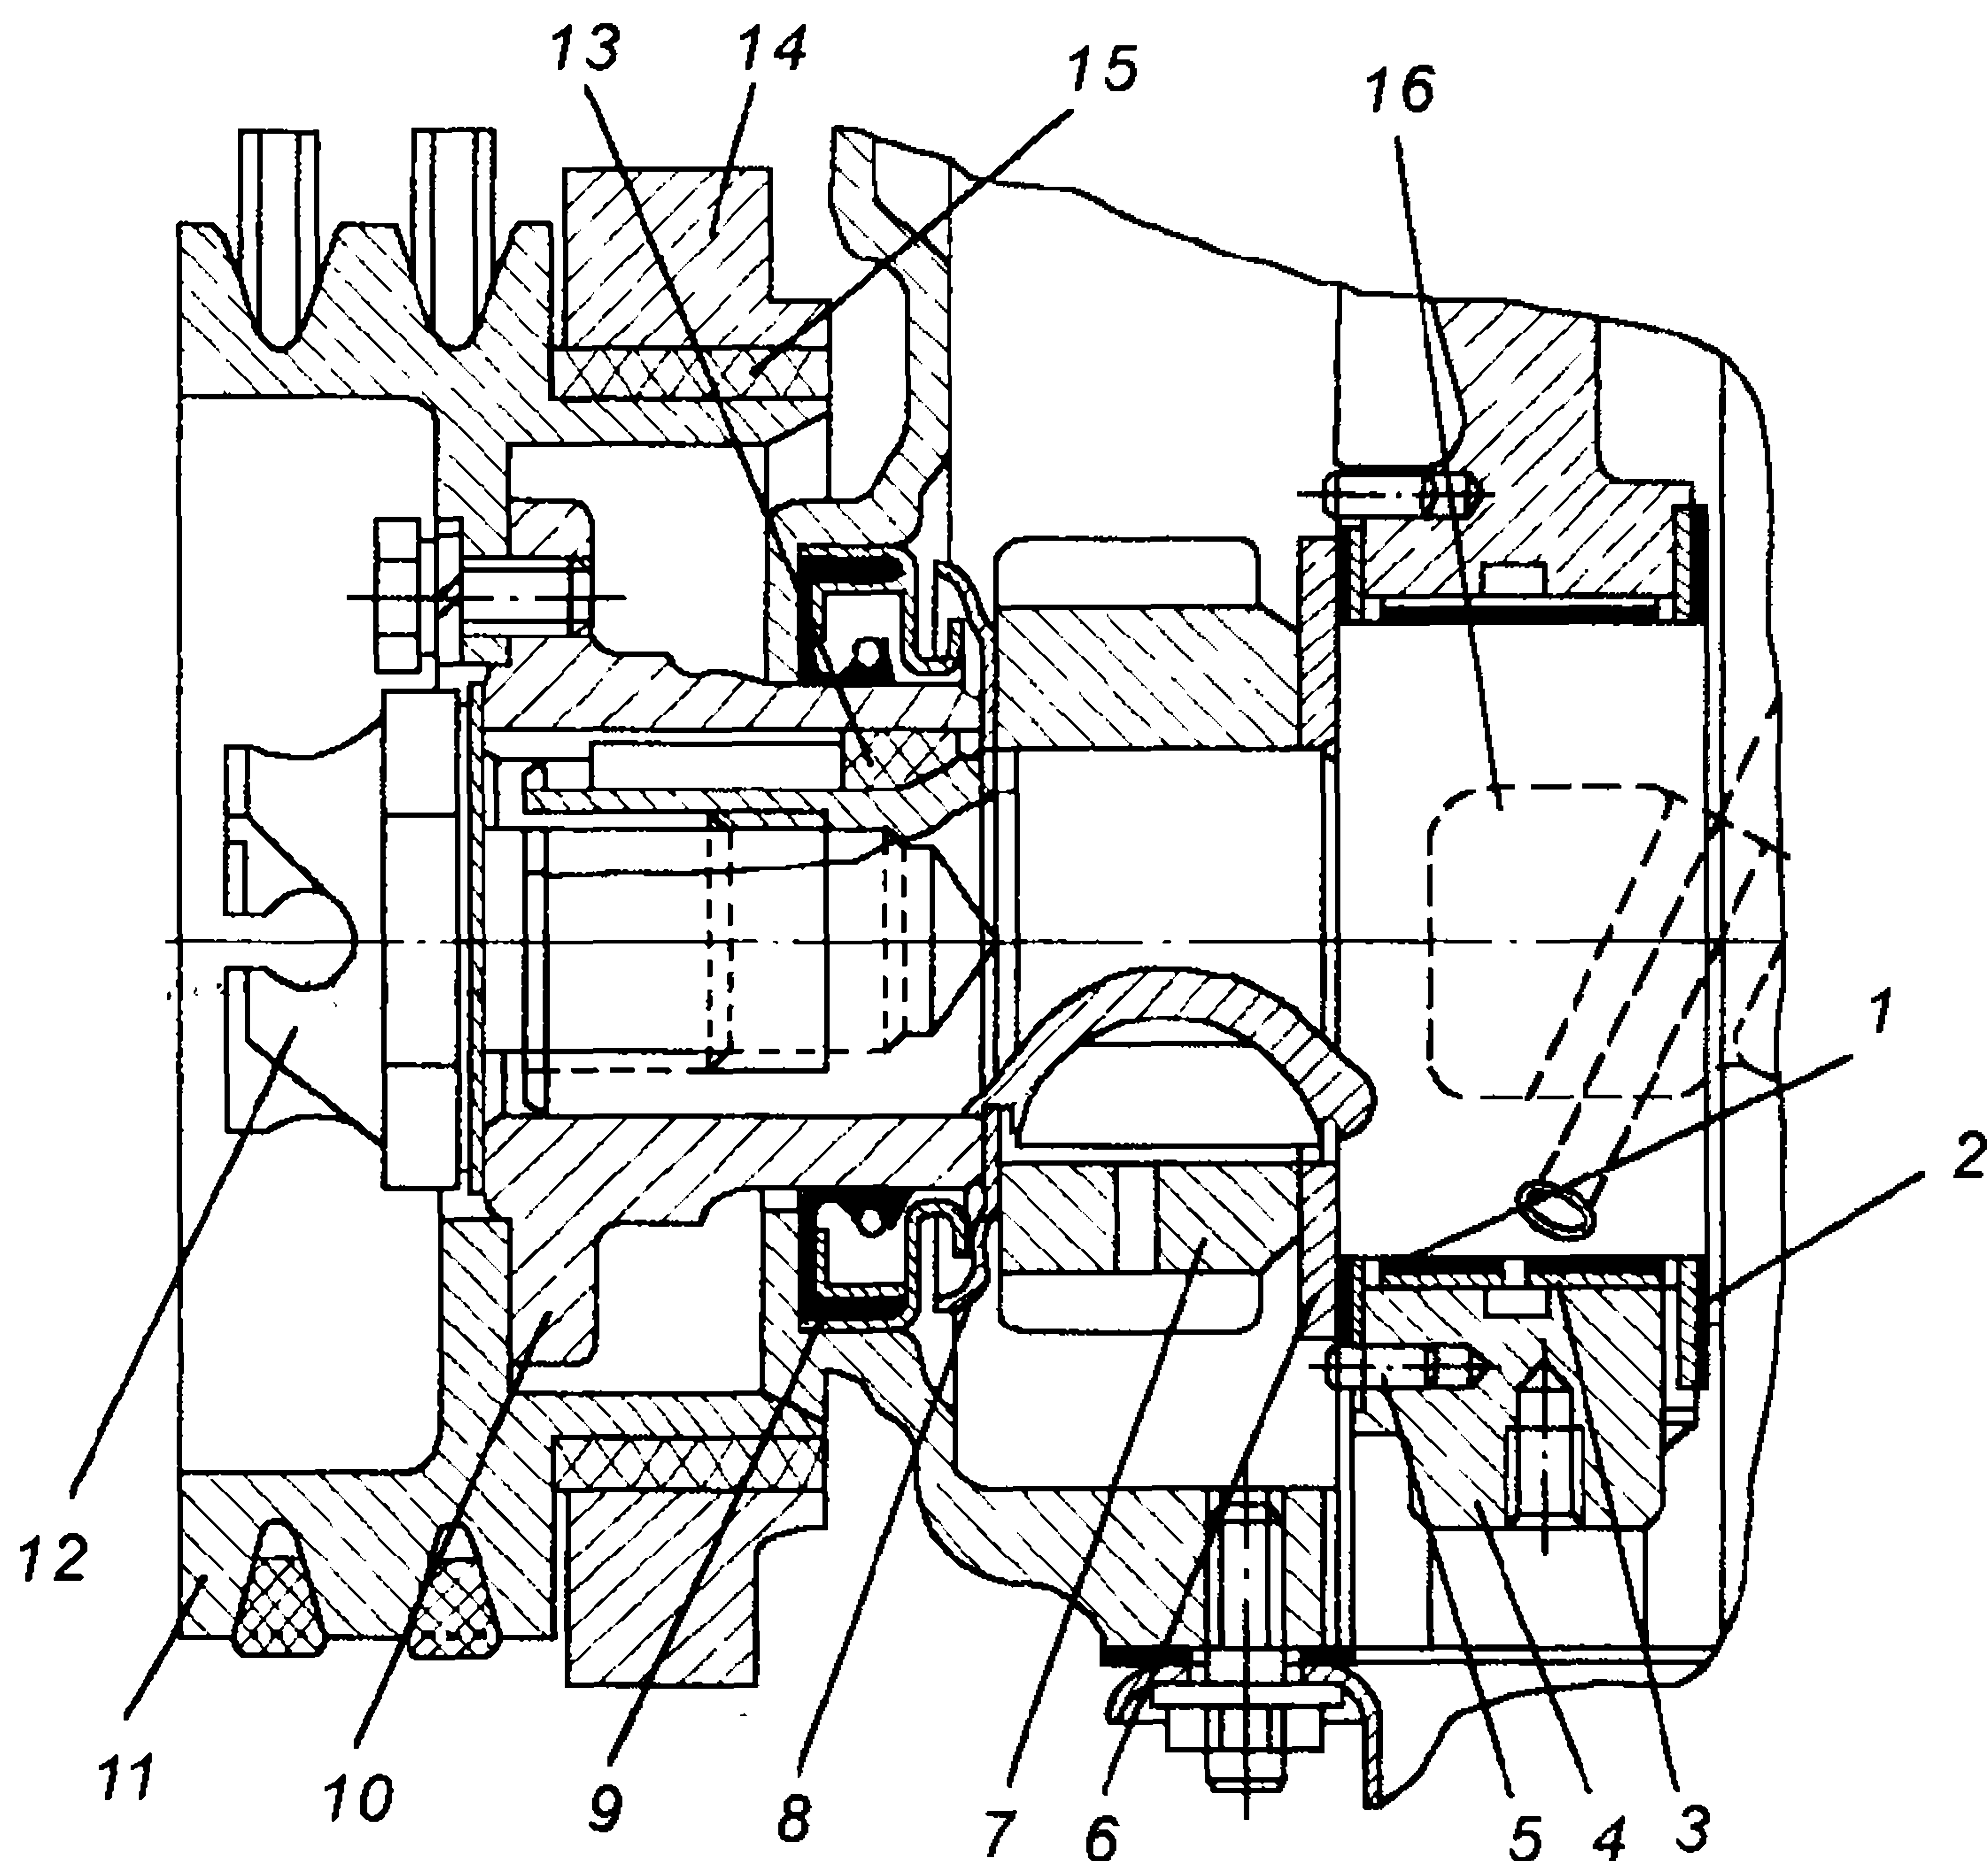
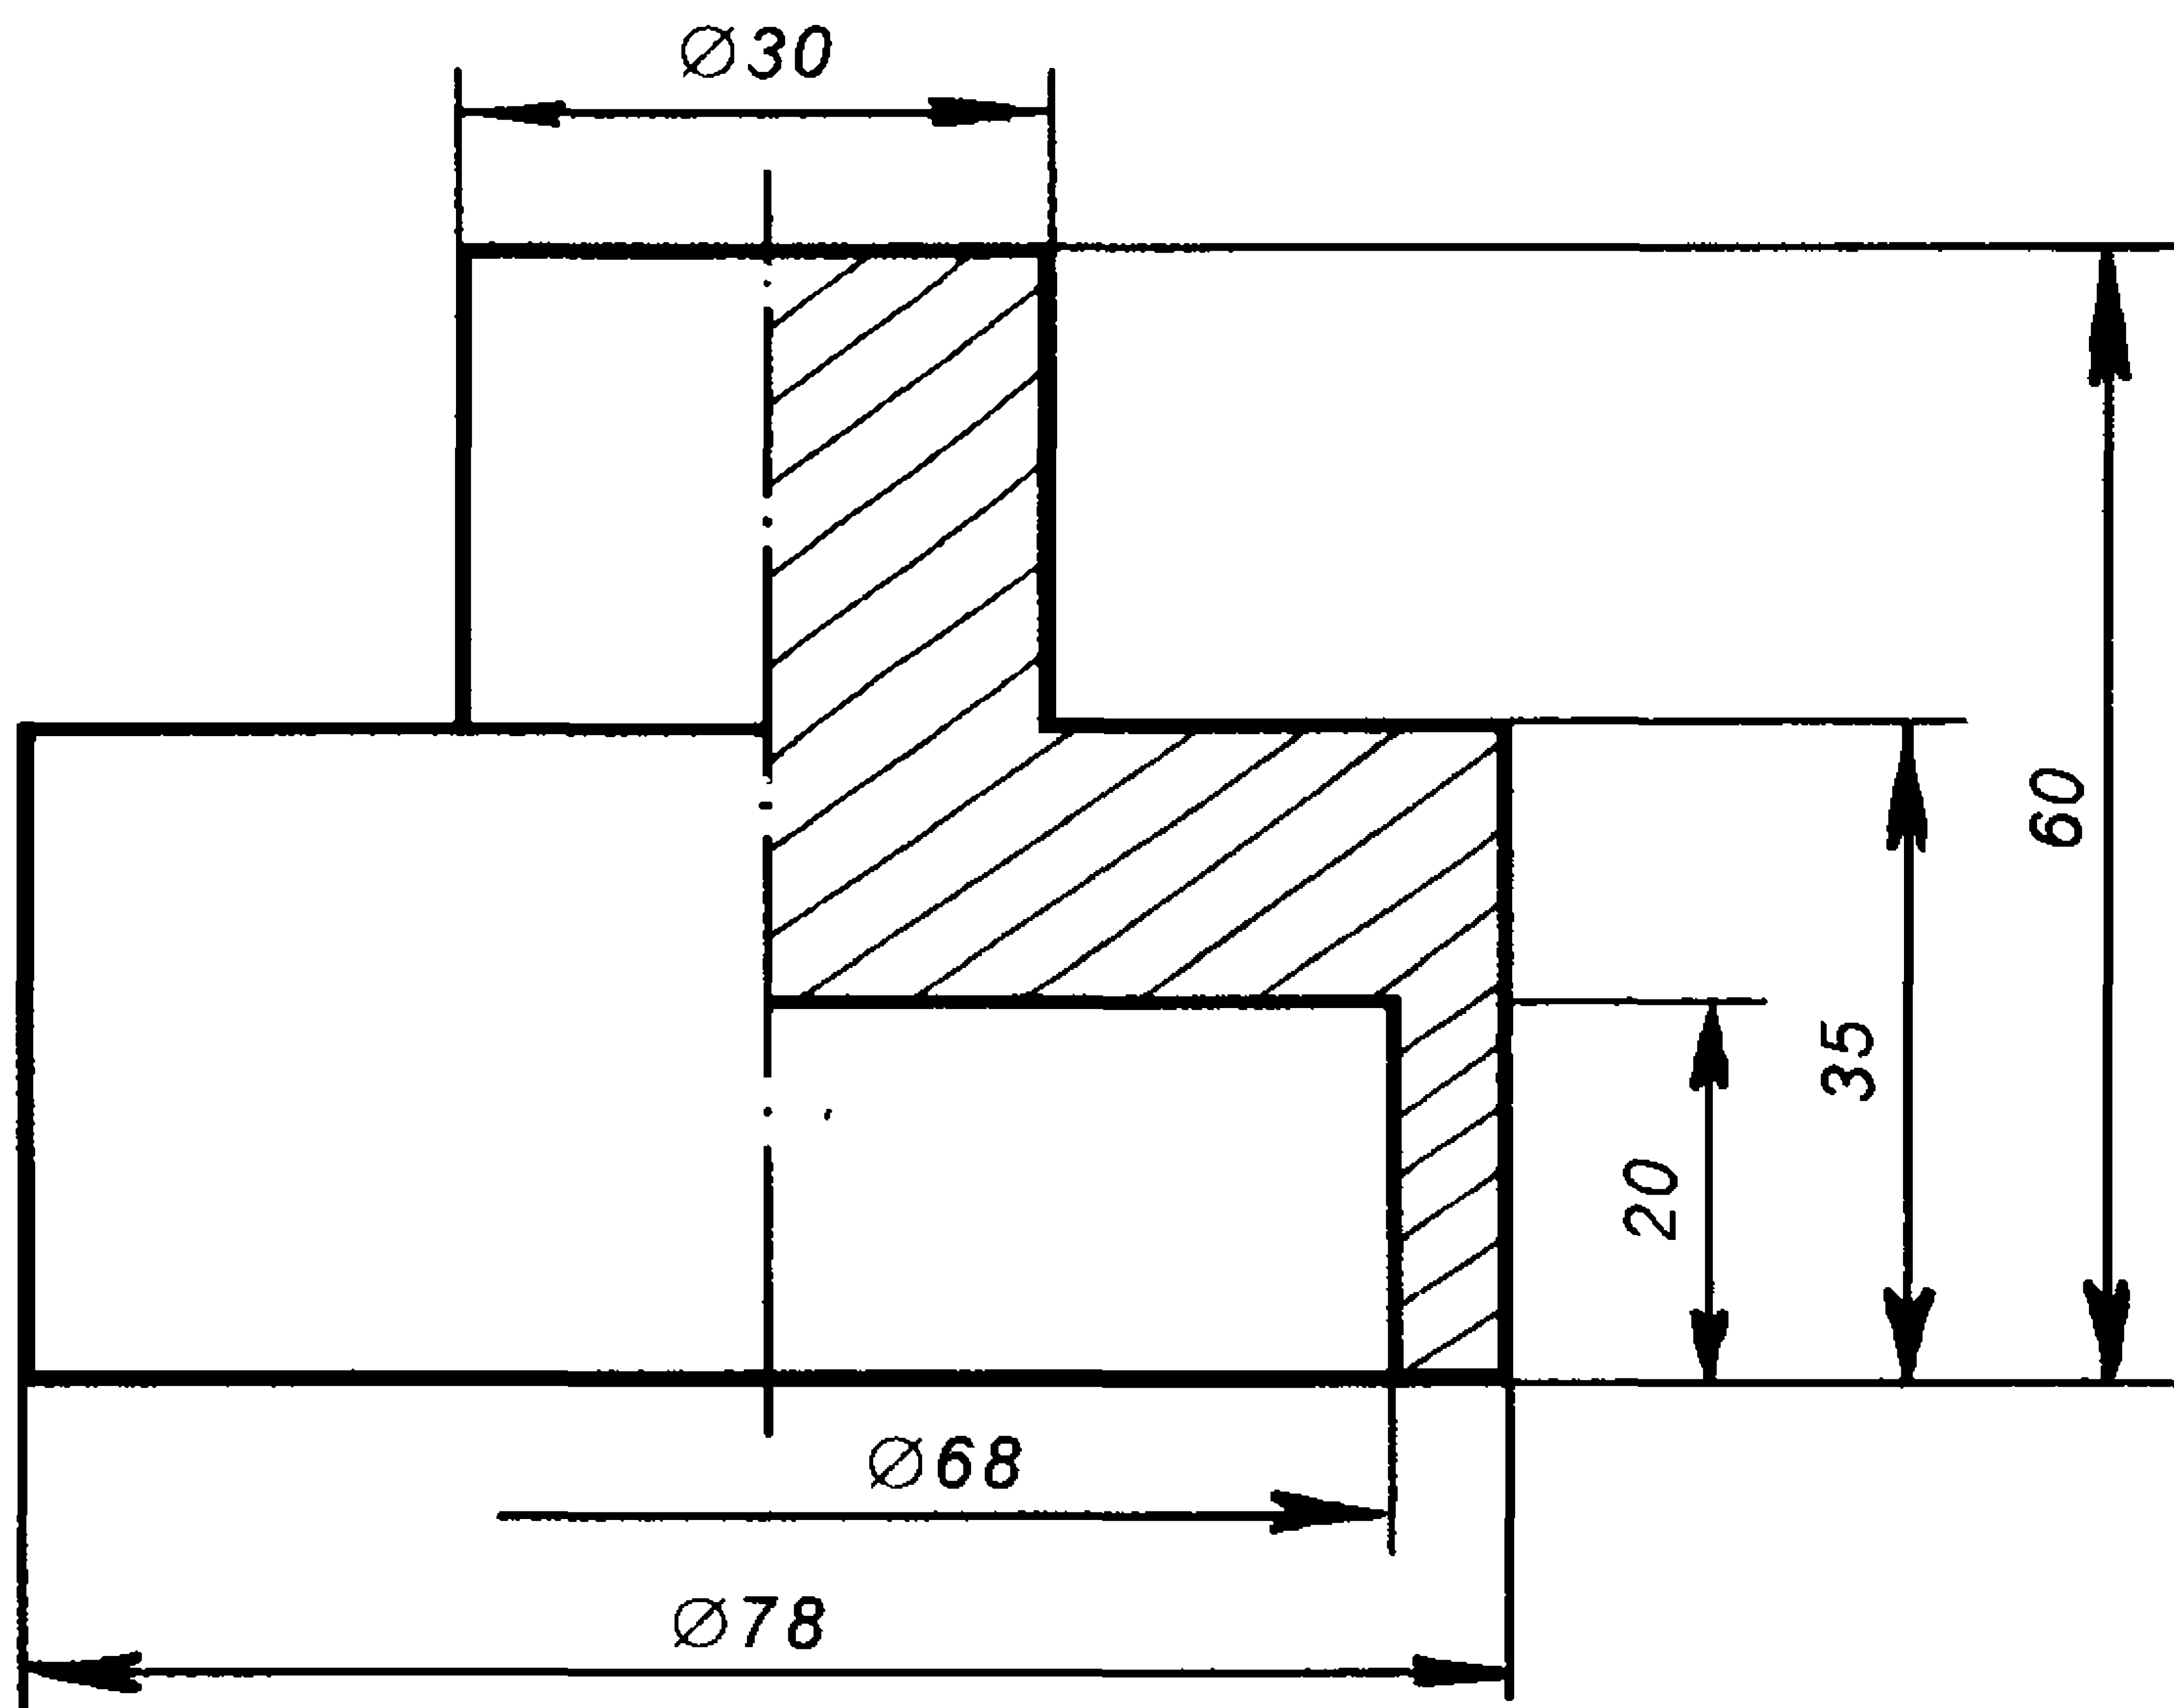

Рис. 22. Передняя часть коленчатого вала:
Рис. 24. Оправка для запрессовки манжеты в крышку распределительных шестерен
На первую коренную шейку коленчатого вала 16 (рис. 22) надевают заднюю шайбу упорного подшипника 2 антифрикционным слоем к щеке коленчатого вала (толщина шайбы номинальная 2,50,05 мм, первая ремонтная 2,60,05 мм).
Затем снимаем храповик и надеваем на переднюю часть коленчатого вала на шпонке стальную упорную шайбу 6 (см. рис. 22) фаской во внутреннем отверстии в сторону передней шайбы упорного подшипника и напрессовываем до упора шестерню 7 коленчатого вала, совмещая метку «0», расположенную на зубе шестерни коленчатого вала, с «риской» у впадины зуба на тек-
Вот теперь следует окончательно затянуть болты (см. рис. 22) с двумя пружинными шайбами упорного фланца 2 к блоку через отверстия пластмассовой шестерни распределительного вала.
Надеваем на шпильки блока паронитовую уплотнительную прокладку (ставить на герметизирующую пасту) и крышку распределительных шестерен, предварительно заменив манжету новой 9 (см. рис. 22), запрессовав ее при помощи оправки (рис. 24).
Выравнивание зазоров производится легкими ударами резинового молотка по крышке. После этого крышку окончательно закрепляют; удаляют центрирующую оправку и напрессовывают ступицу шкива 10 (см. рис. 22) со шкивом-демпфером коленчатого вала. В шпоночный паз вставляют резиновую пробку 13 и запрессовывают шпонку.
*Полезная информация.* На шкиве смонтировано специальное устройство – демпфер, служащий для гашения крутильных колебаний коленчатого вала, благодаря чему уменьшается шум и облегчаются условия работы шестерен привода распределительного вала. Демпфер состоит из чугунного диска 14 (см. рис. 22), напрессованного